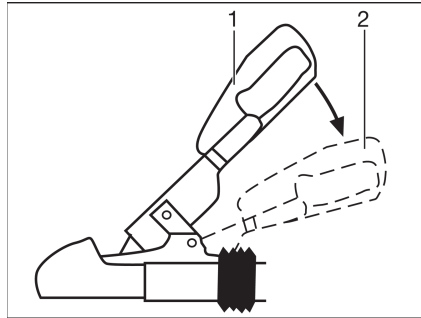

Fig. 165 Tirador de estabilización
- Activar el dispositivo de estabilización. Tirar de la palanca de acoplamiento hacia abajo desde la posición cerrado (Fig. 165,1) hasta el tope (Fig. 165,2).